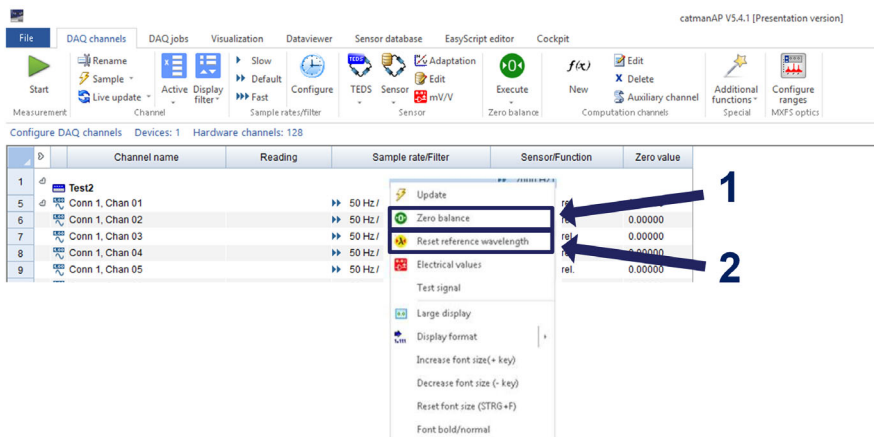

Fig. 5.28 Puesta a cero y restablecimiento de la longitud de ondas de referencia
- ▶ Alternativamente, puede hacer clic con el botón derecho del ratón en la línea que desea poner a cero y seleccionar la opción **Zero Balance** (Puesta a cero) (número 1 en la Fig. 5.28).
- Haga clic con el botón derecho del ratón en la línea que desea restablecer y seleccione la opción **Reset reference wavelength** (Restablecer longitud de ondas de referencia) (número 2 en la Fig. 5.28).